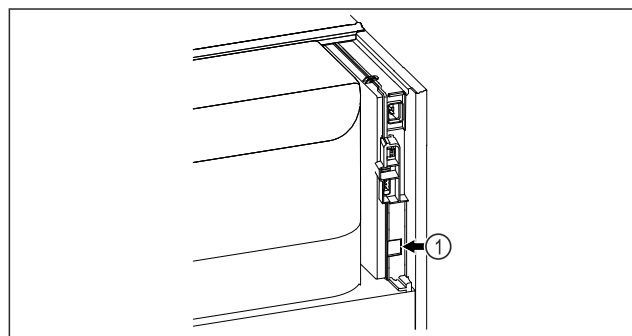

Fig. 129
- SmartModule Fig. 129 (1) 已使用。